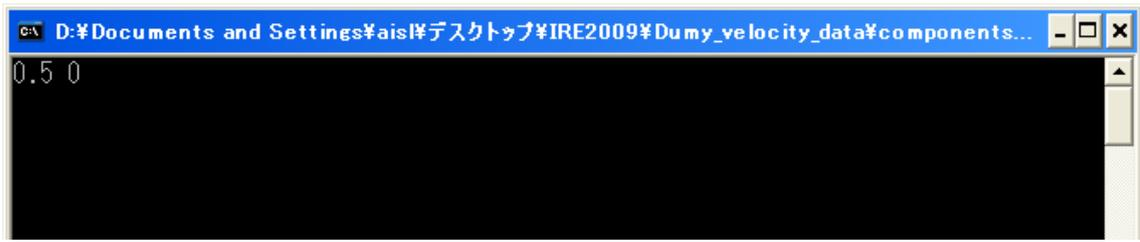

図 5 Dumy_velocity_data.comp によるテストデータの入力
- (ク) RT System Editor 上で MobileRobotsController コンポーネントを選択すると、Configuration View に図 5 のように表示されます。ここでロボットと接続している COM ポート番号と” com_port_no” が同一になっていることを確認し、異なっている場合は同一になるよう Value を変更し、『適用』ボタンを押すことで値を変更してください。
- (ウ) 図 5 のように Dummy_velocity_dataComp のウィンドウにロボットの並進速度[m/s]、角速度[rad/s]の順に値を入れて Enter を押す。
- (エ) 6 章の⑤の(カ)まで行う.
- (オ) 図 5 のように接続する.